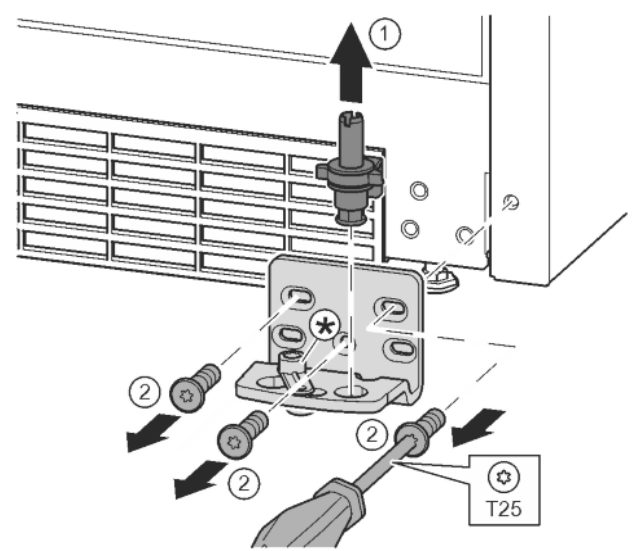

Fig. 11
- ▶ Pilnīgi izvelciet ārā uz augšu gultņa tapu. Fig. 11 (1)
- ▶ Ar skrūvgriezi T25 izskrūvējiet skrūves un noņemiet gultņa balstu. Fig. 11 (2)